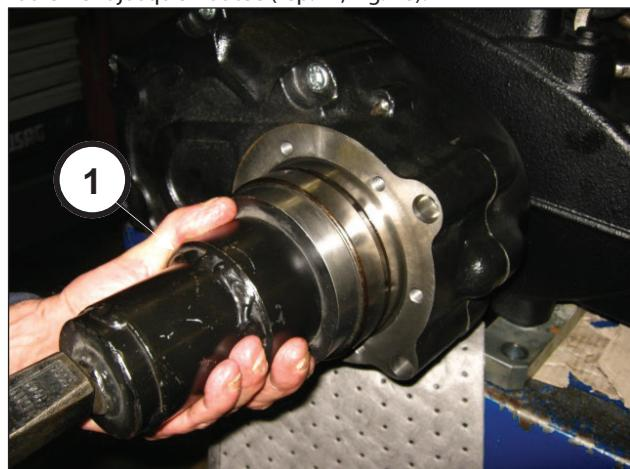

Fig. 75
À l'aide de l'outil réf.27887000 (rep. ①, Fig. 75) monter le roulement jusqu'en butée (rep. ①, Fig. 76).